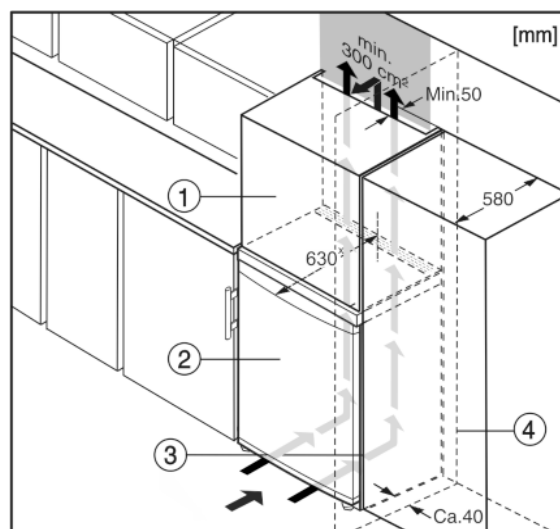

Fig. 8
Spotřebič lze zabudovat do kuchyňských skříní. K vyrovnaní spotřebiče Fig. 8 (2) na výšku kuchyňské linky lze na přístroj nasadit nástavec Fig. 8 (1).
Při montáži do kuchyňských skříní (hloubka max. 580 mm) lze přístroj instalovat hned vedle kuchyňské skříně Fig. 8 (3). Přístroj přesahuje přední stěnu kuchyňské skříně na stranách o 34 mm* a uprostřed o 50 mm*.
Když se přístroj instaluje závěsy vedle stěny Fig. 8 (4), musí být vzdálenost přístroje od stěny alespoň 40 mm. To odpovídá přesahu madla při otevřených dveřích.